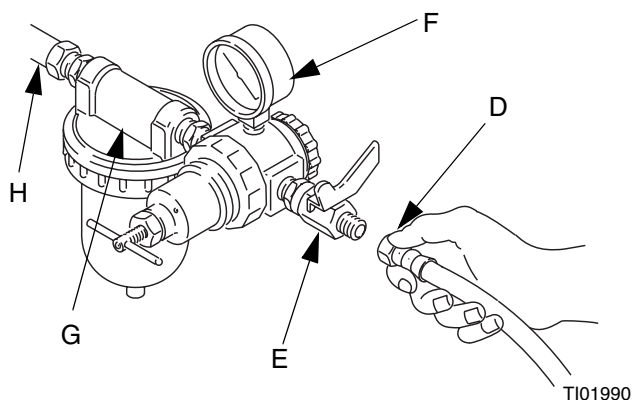

FIG. 8: Conecte las líneas de aire
Debe instalar un regulador de presión de aire (F) en cada una de las líneas de aire de la pistola para controlar la presión de aire que llega a la misma. Vea FIG. 8.
Si el suministro de aire regulado no tiene un filtro, instale un filtro de aire (G) en cada una de las líneas de aire para garantizar un suministro de aire limpio y seco a la pistola. La suciedad y la humedad pueden arruinar la apariencia del acabado final de la pieza trabajada. Vea FIG. 8.